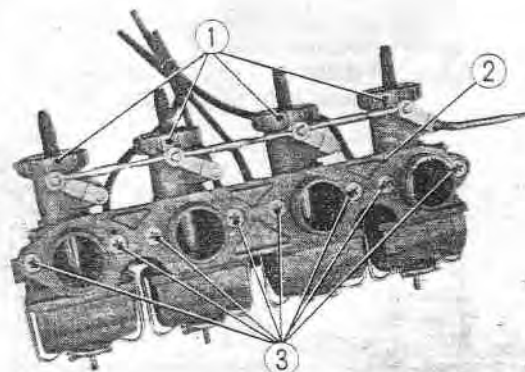

Fig. 6-4 ① Carburateurs ③ Vis de fixation
4. Dévisser les deux vis de 6 mm et déposer chacun des carburateurs de la plaque de fixation. (Fig. 6-4)